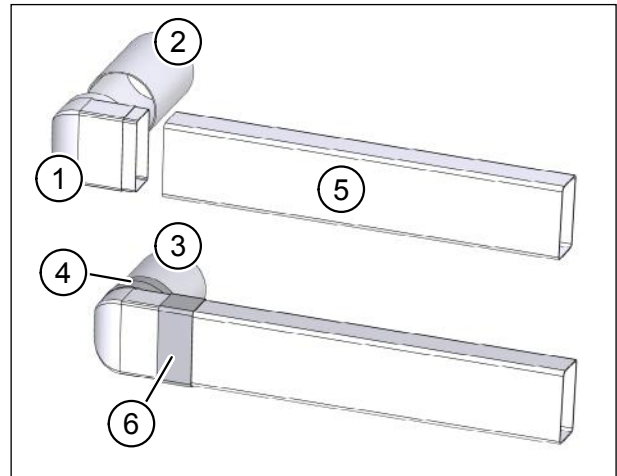

Abb. 32: Luftkanäle zusammensetzen und mit Butylband fixieren
- ▶ Stecken Sie jeweils ein Übergangsstück 90° (Pos. 1 in Abb. 32) auf das Außenluftrohr (Pos. 2 in Abb. 32) und das Fortluftrohr (Pos. 3 in Abb. 32).
- ▶ Fixieren Sie Verbindungsstellen mit Butylband (Pos. 4 in Abb. 32).
- ▶ Stecken Sie jeweils einen Flachkanal (Pos. 5 in Abb. 32) in beide Übergangsstücke 90°.
- ▶ Fixieren Sie Verbindungsstellen mit Butylband (Pos. 6 in Abb. 32).